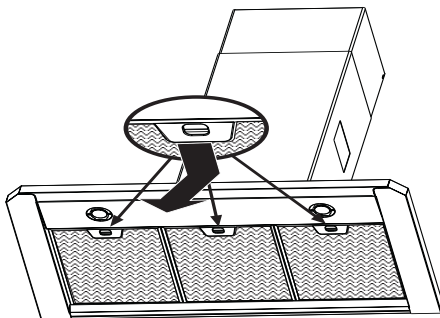

Fig. 4
2. Retirez les filtres à graisse métalliques en agissant sur les poignées (fig. 4).